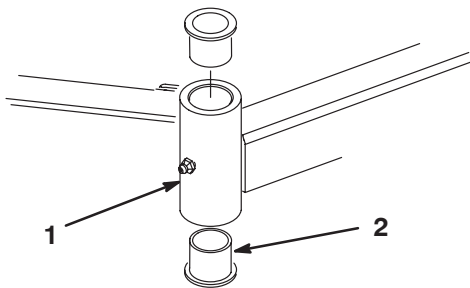

Bild 85
4. Stecken Sie einen Treiberdorn in die Ober- oder Unterseite des Befestigungsrohrs und treiben die Büchse aus dem Rohr (Bild 85). Treiben Sie dann die andere Büchse aus dem Rohr heraus. Reinigen Sie die Innenseite der Rohre.